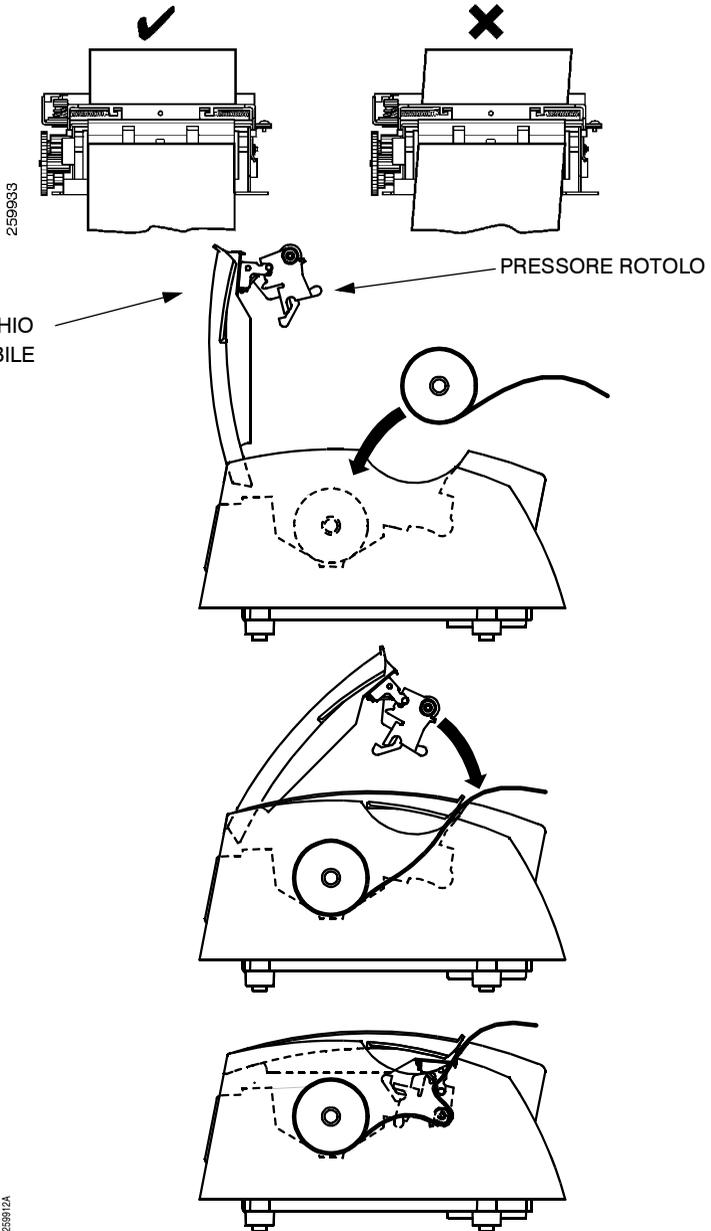

Figura 3-1. Inserimento della carta nella stampante
2. Inserire il rotolo nel relativo alloggiamento e svolgere alcuni centimetri di carta in modo che sporga oltre la parte frontale della stampante (vedere Figura 3-1).
3. Inserire il nuovo rotolo come indicato in Figura 3-1.